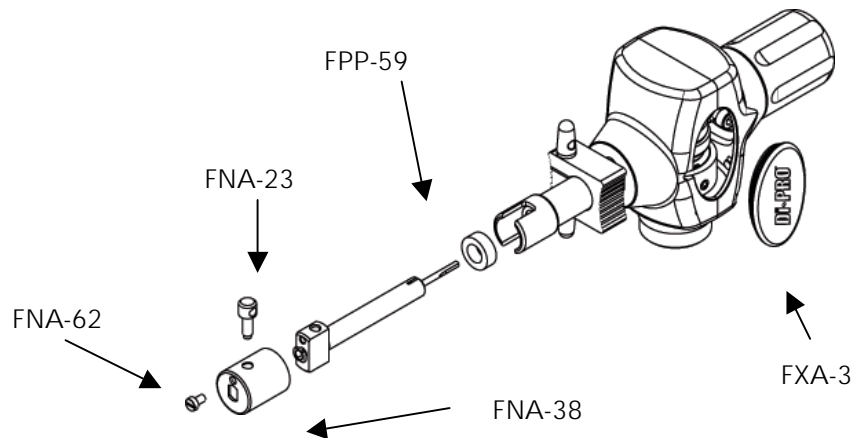

Abb. 10 Symbolzeichnung
- Die Feststellschraube (FNA-23) entfernen (siehe Abbildung 10).
- Die Schraube (FNA-62) bzw. die Mutter (bei der Handfeilmaschine FXL) entfernen (siehe Abbildung 10).
- Die Werkzeughalterkappe (FNA-38) durch Drehen um 90° und Herausziehen ausbauen (siehe Abbildung 10).